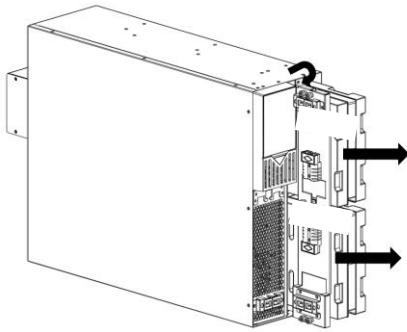

Figure 12
3. Retirez les deux modules directement de l'avant de l'onduleur. (FIG. 12)